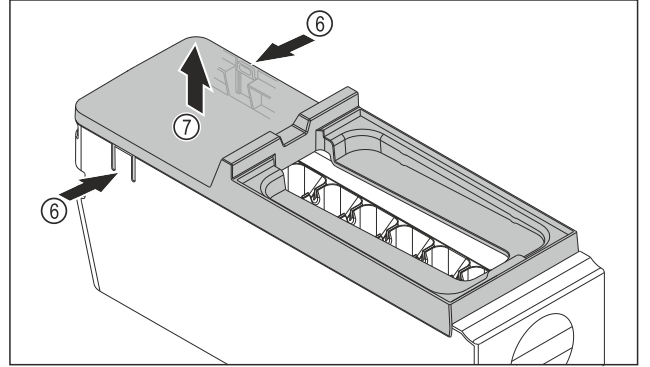

Fig. 213
- EasyTwist-Ice gövdesinin kapağını çıkarın: Kulakları Fig. 213 (6) EasyTwist-Ice gövdesinin iki kenarından bir elinizle çıkarın.
- Kapağı Fig. 213 (7) diğer elinizle yukarı doğru çıkarın.